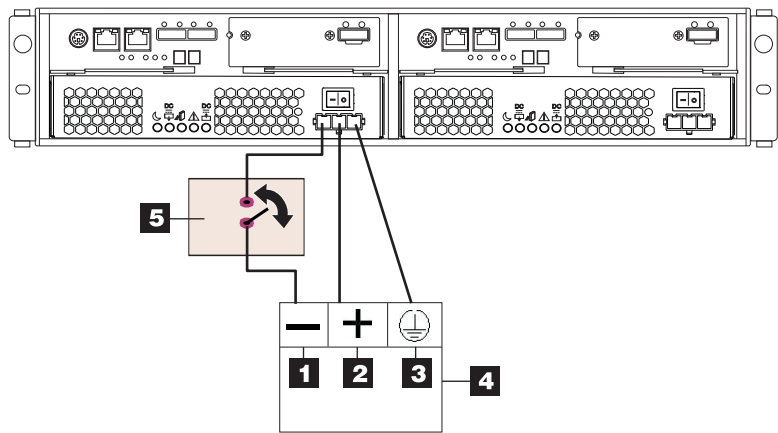

图 3-59. 从 DS3500 到断开连接设备和直流电源的直连接线
5. 完成从断开连接设备到标记为 -48 伏可靠接地的安全特低电压 (SELV) 直流电源的终端的连线。将直流电源线的 POS RTN 线（蓝色）和地线（绿色/黄色）连接到直流电源上标记为 POS RTN 和 GND 的终端，如图 3-59 所示。